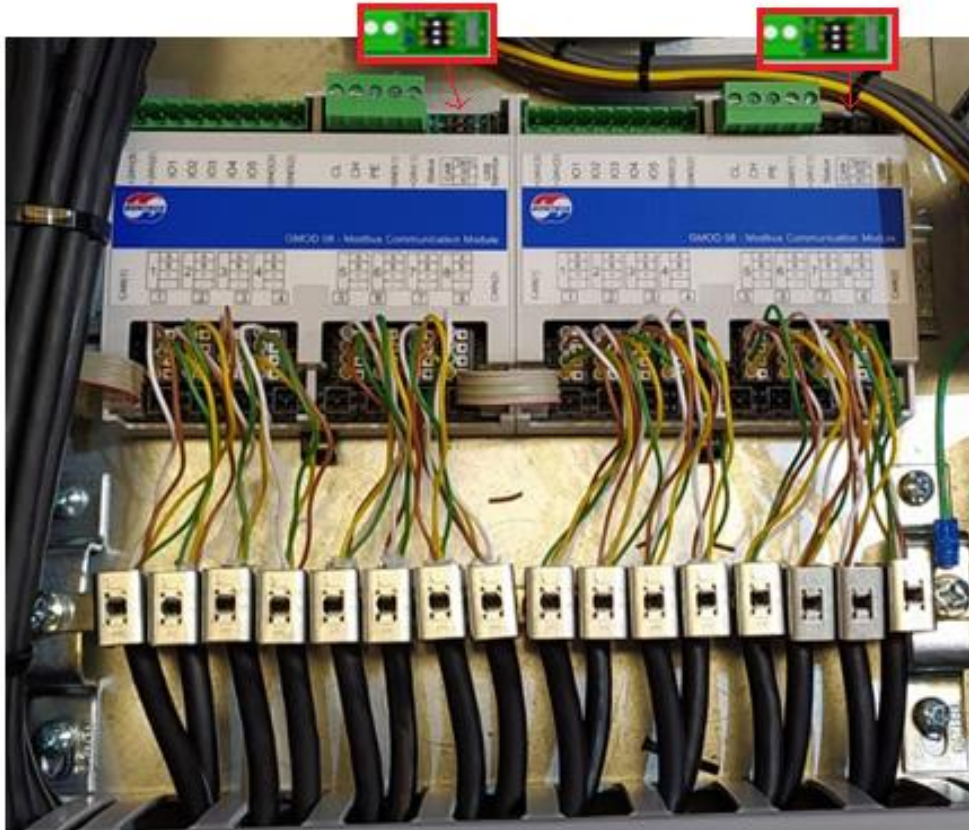

Figura 12: Conexão de dois GMCO 08 e configuração de endereços.
*Caso seja um equipamento composto de 16 ventiladores, dois GMOD 08 devem ser fixados lado a lado no trilho e os endereços CAN de cada GMOD devem ser configurados pelos botões DIP conforme apresentado na Figura 12. De forma análoga, caso o equipamento possua mais do que 16 ventiladores 3 GMOD 08 devem ser utilizados.